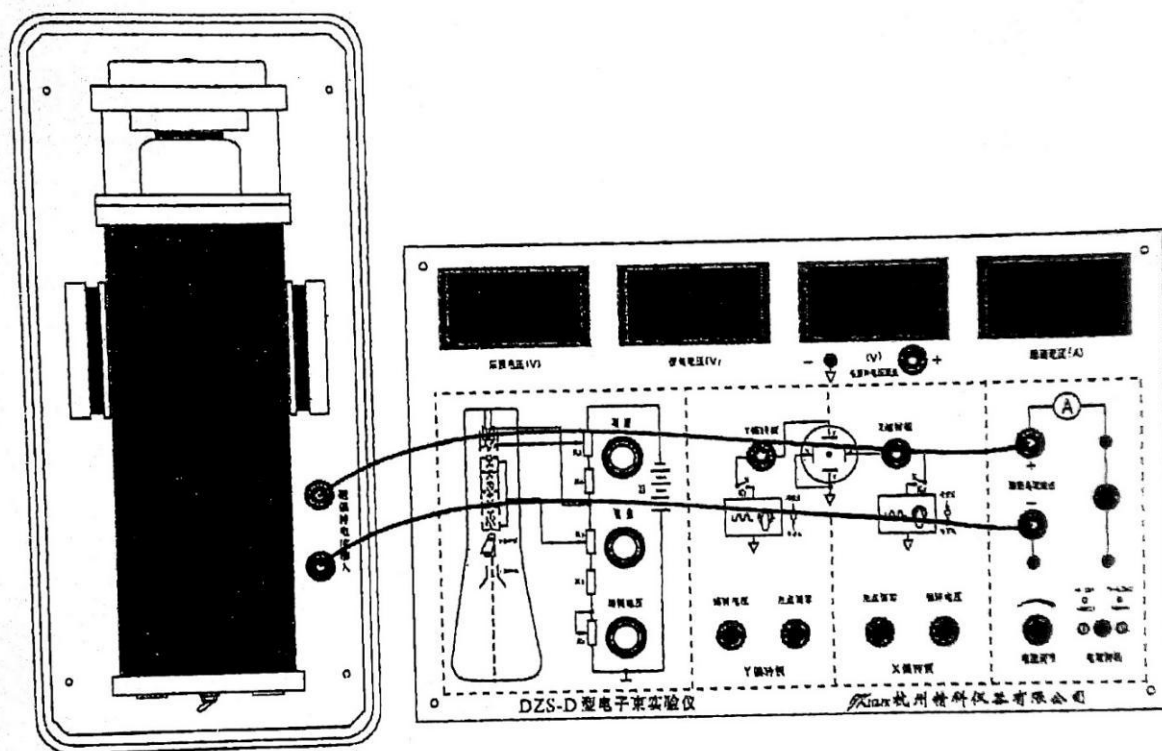

图 8 磁偏转实验接线图
(1) 开启电源开关，将“电子束—荷质比”选择开关 K_1 及 K_2 打向“电子束”位置，适当调节亮度旋钮，使示波管辉度适中，调节聚焦，使示波管显示屏上光点聚成一细点。
(2) 光点调零，在磁偏转输出电流为零时，通过调节“X 偏转”和“Y 偏转”旋钮，使光点位于 Y 轴的中心原点。
(3) 测量偏转量 D 随磁偏电流 I 的变化，给定 $V_2 = 600V$ ，按图 8 所示接线，按下“电流转换”按钮，“0~0.25A”档指示灯亮，调节“电流调节”旋钮（改变磁偏电流的大小），每 10mA 测量一组 D 值，改变 V_2 (700V)，再测一组 $D-I$ 数据，分别记录于表 3-1、3-2 中。
①也可每移动一格(5mm)记录磁偏电流 I 。②电流换何